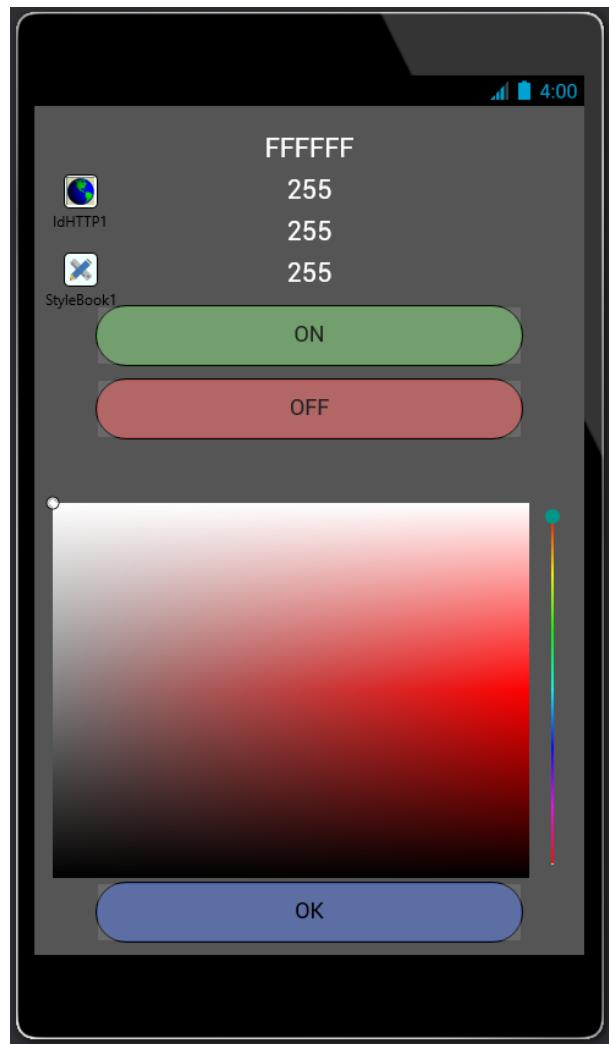

Abbildung 2: Entwurf
*Siehe Abbildung 2 : Entwurf der Benutzeroberfläche*